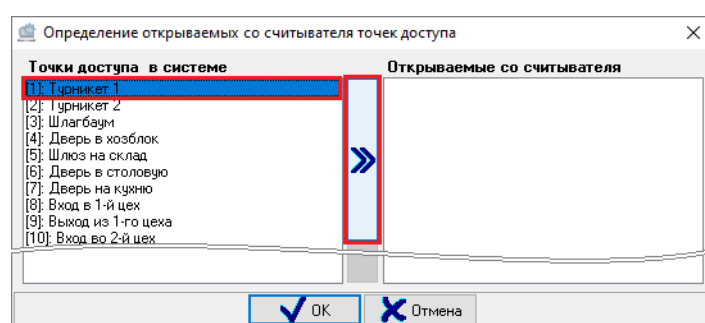

Рисунок 6-434 Привязка точки доступа к считывателю
- выделите точку доступа в поле «Точки доступа в системе» и нажмите кнопку переноса  (см. Рисунок 6-434);